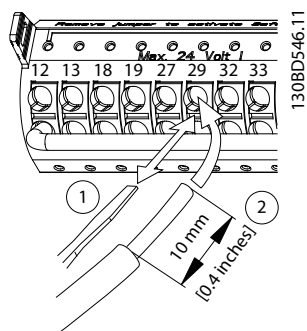

Bild 5.20 Ansluta flexibla styrkablar
- Om du använder en flexibel kabel öppnar du kontakten genom att sätta en liten skruvmejsel i öppningen ovanför plinthålen och trycka mejseln lätt inåt. Se Bild 5.20 Sätt sedan i den skalade kabeln i kontakten och ta bort skruvmejseln.